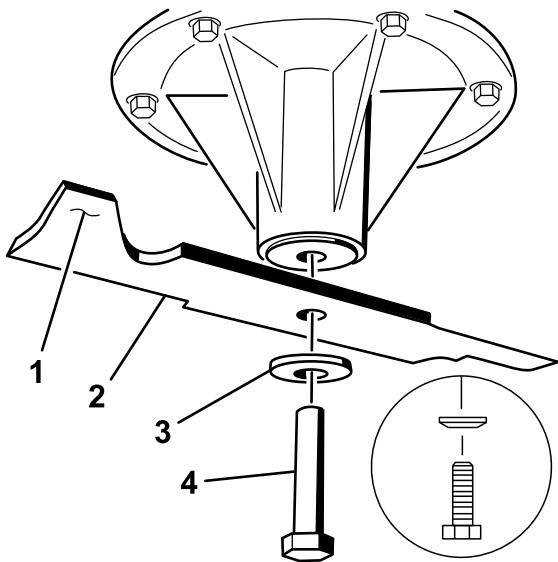

Figura 98
- Instale la cuchilla en el eje (Figura 98).
- Instale la arandela de muelle y el perno de la cuchilla. El cono de la arandela de muelle debe estar orientado hacia la cabeza del perno (Figura 98). Apriete el perno de la cuchilla a 115–150 Nm (85–110 pies-libra).